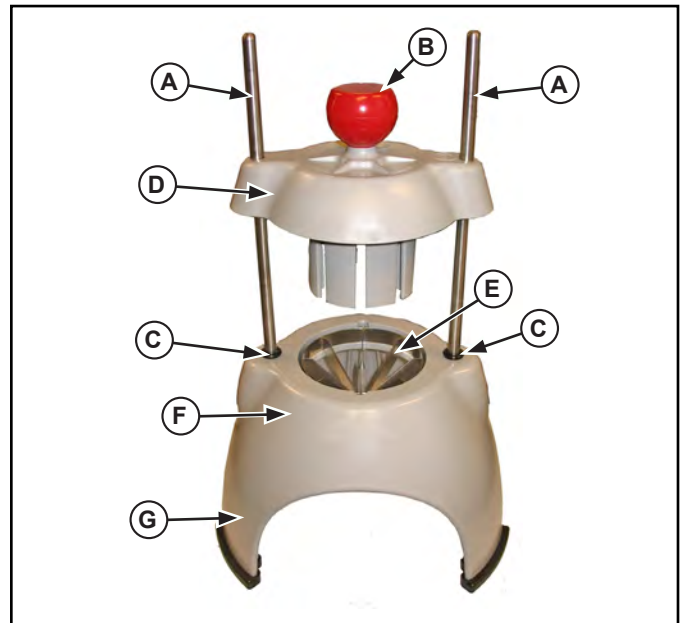

Figura 1. Características y controles.
3. Antes de cada uso, verifique que las hojas estén correctamente alineadas. Fije lentamente el cabezal de empuje (D) sobre el conjunto de hojas (E). Consulte la Figura 1. Deben deslizarse juntas sin obstrucciones. Si hay obstrucciones, verifique que ambas piezas efectivamente sean del mismo conjunto. Elimine la obstrucción.
6. Suba el mango (B) y coloque el alimento en el conjunto de hojas (H) (la espiga central para hojas segmentadoras).
7. Quite la mano del área del conjunto de hojas (H) y colóquela en una de las patas (F).
1. Deslice el conjunto del cabezal de empuje (D) para retirarlo de las varillas guía (A). Figura 1.
2. Retire los tornillos que afianzan el conjunto de hojas (E).
3. El conjunto de hojas (E) se limpia mejor forzando agua a presión por las